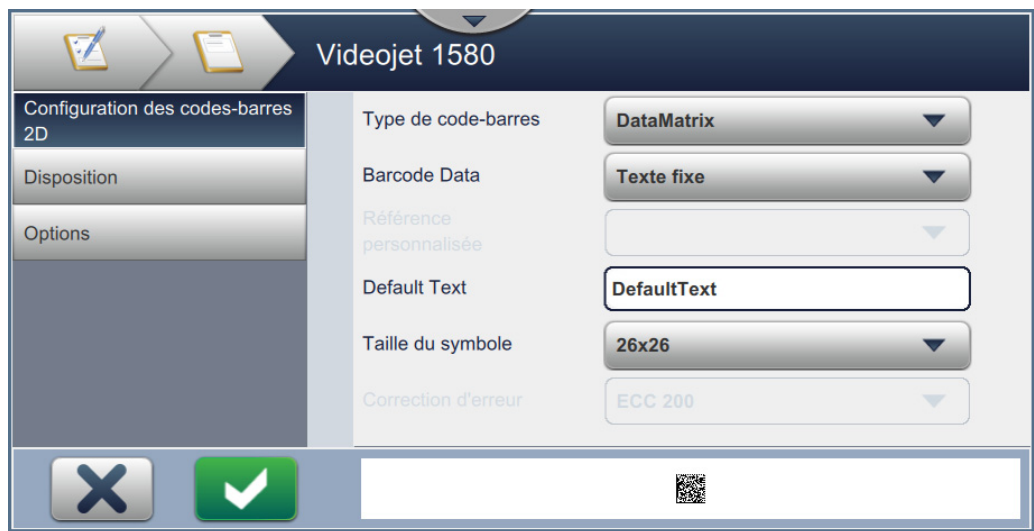

Figure 6-10 : Configuration des codes-barres 2D
4. L'écran Configuration des codes-barres 2D s'ouvre, tel qu'illustré dans la Figure 6-10.